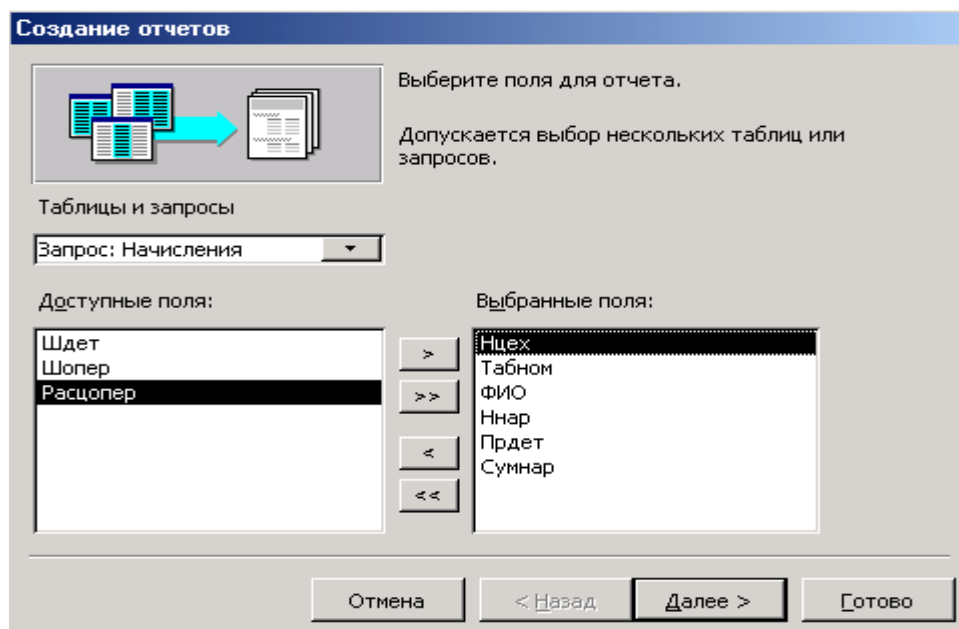

Рис. 19. Первый шаг Мастера отчетов - выбор полей для отчета
2. На первом шаге **Мастера отчетов** нужно указать, какие поля будут входить в отчет. Для этого в списке полей выделите поле и нажмите кнопку со стрелкой. В отчет нужно включить поля «Нцех», «Табном», «ФИО», «Ннар», «Прдет», «Сумнар», рис. 19. Нажмите кнопку **Далее**.